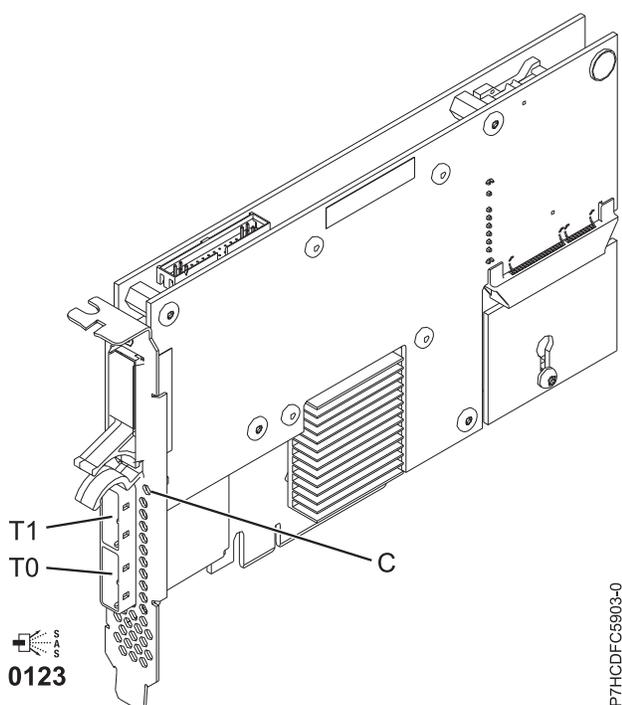

図 15. PCIe デュアル x4 3 Gb SAS RAID アダプター
5903 または 5805 には、キャッシュ・データが存在する場合に明滅する LED (図 15 の (C)) が装備されています。キャッシュ・データ表示 LED は、アダプター上のキャッシュにデータが存在する可能性がある場合に明滅します。キャッシュ・データ表示 LED が明滅している場合は、キャッシュ・バッテリー・パックを取り替えないでください。この LED の明滅中に取り替えると、キャッシュ・データが失われます。このアダプターのキャッシュ・データ表示 LED の場所は、図 15 で確認してください。